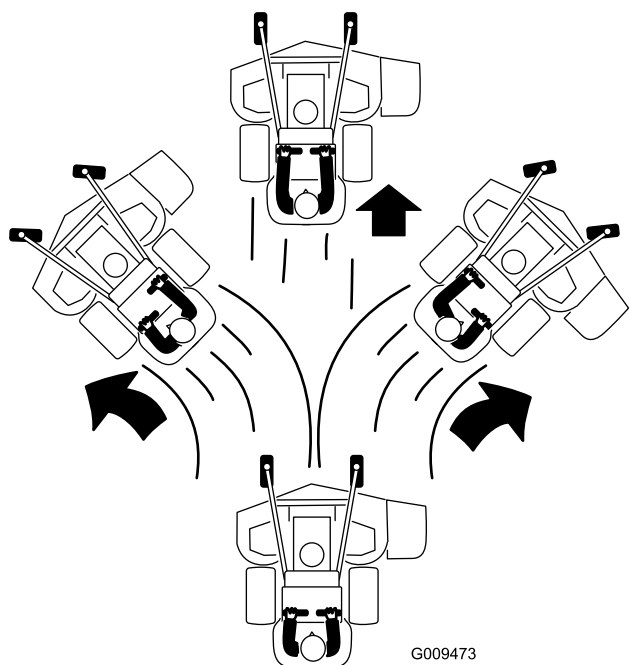

Figure 21
3. Poussez les leviers de commande de déplacement lentement en avant (Figure 21).